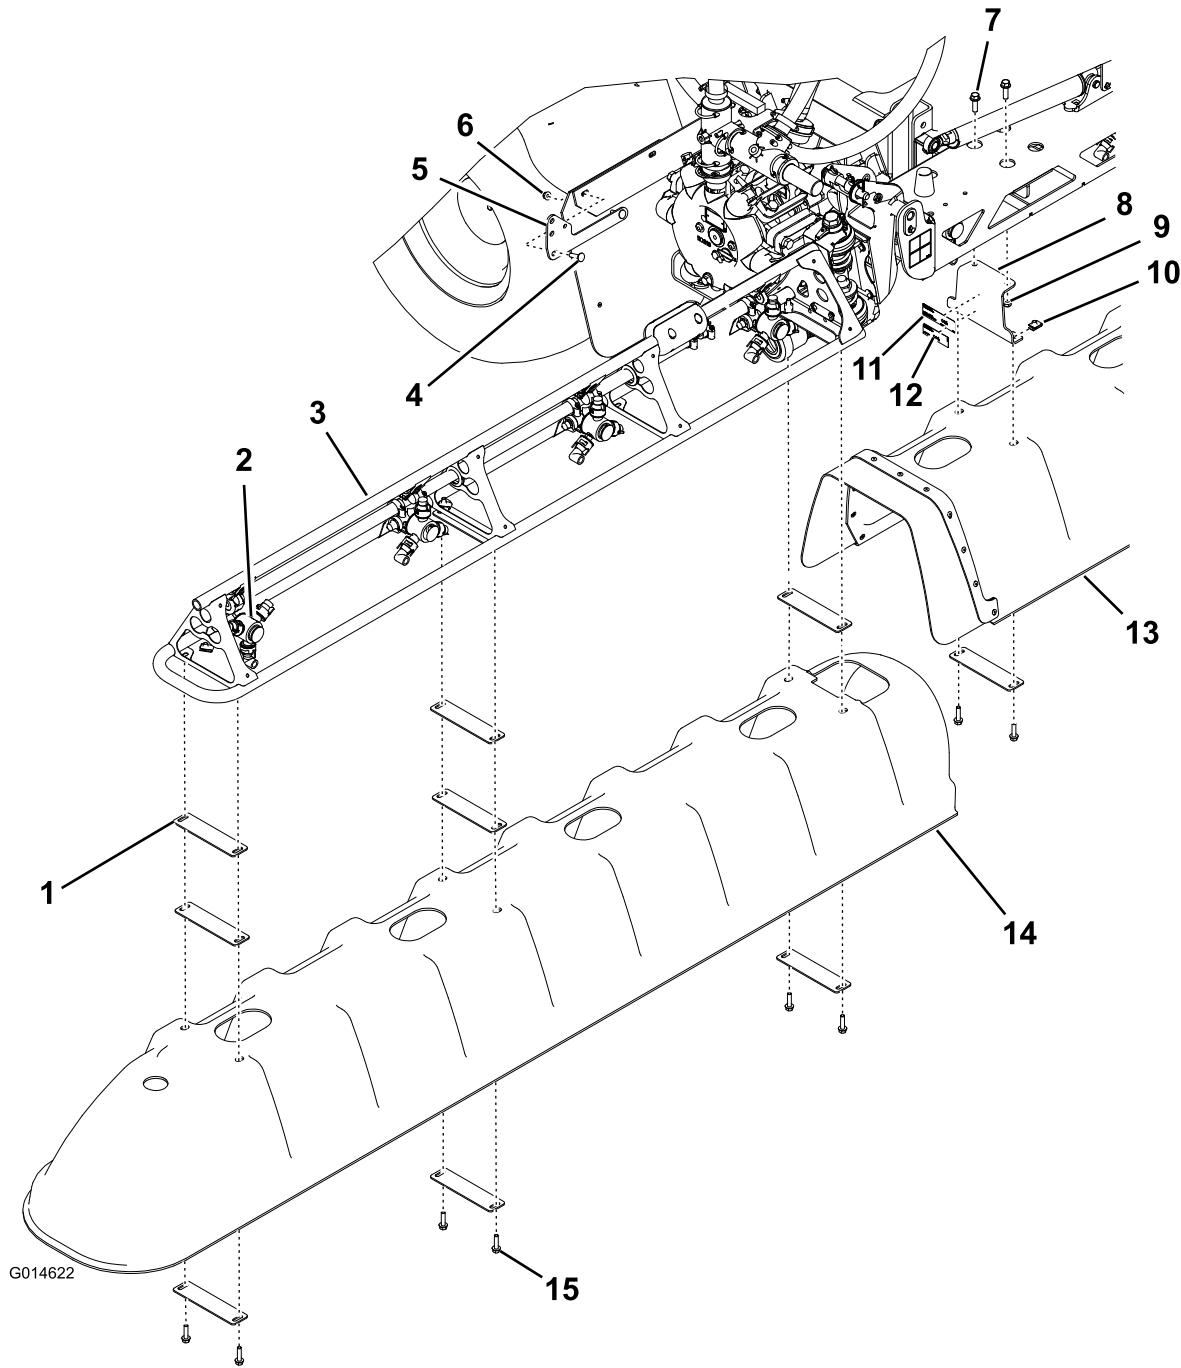

Figura 1
1. Coloque o autocolante do número de modelo/série e o autocolante de regulamentação num dos suportes da rampa central como se mostra em Figura 1.
2. Instale cada um dos suportes centrais à rampa central utilizando dois parafusos de cabeça sextavada (3/8 x 1-1/4 pol.) e duas porcas flangeadas (3/8 de pol.) como se mostra em Figura 1.
3. Instale o conjunto da cobertura central nos suportes da rampa central utilizando quatro porcas em U, duas placas de anilhas e quatro parafusos de cabeça sextavada (5/16 x 1-1/4 pol.) como se mostra em Figura 1.
2. Instale uma das coberturas da rampa lateral (Figura 1) utilizando oito placas de anilha, seis parafusos de cabeça sextavada (5/16 x 1-1/4 pol.) e seis porcas em U.
1. Instale o suporte de montagem da válvula de drenagem na máquina com dois parafusos de carroçaria e duas porcas flangeadas (5/16 pol.) como se mostra em Figura 1.
2. Mova a válvula de drenagem da posição existente e instale-a no suporte de montagem (Figura 1) utilizando o pino de sujeição e o cordão.